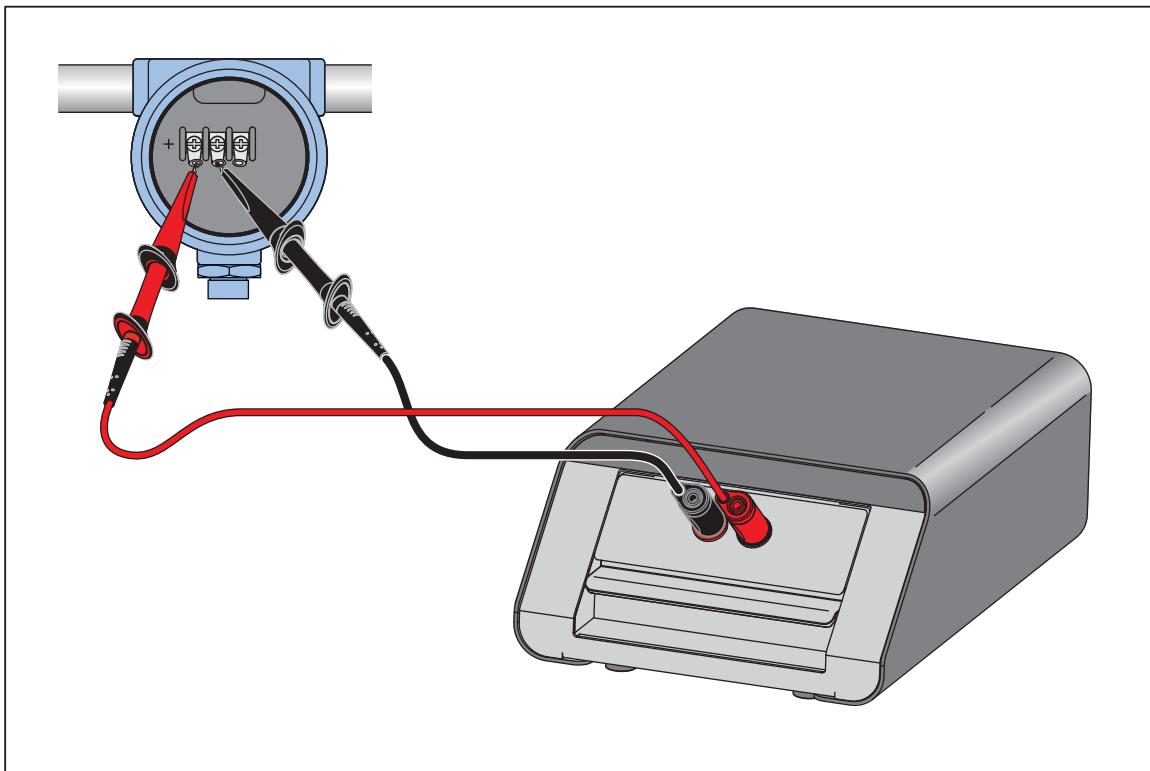

Рисунок 2. Подключение датчика
1. С помощью измерительных проводов подключите Прибор к соответствующим клеммам устройства HART. Соблюдайте полярность. См. Рисунок 2.